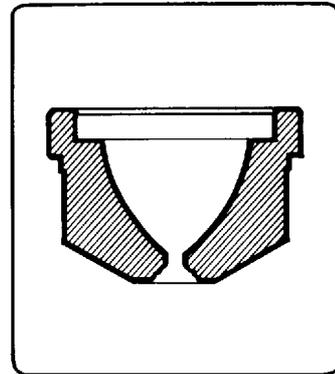
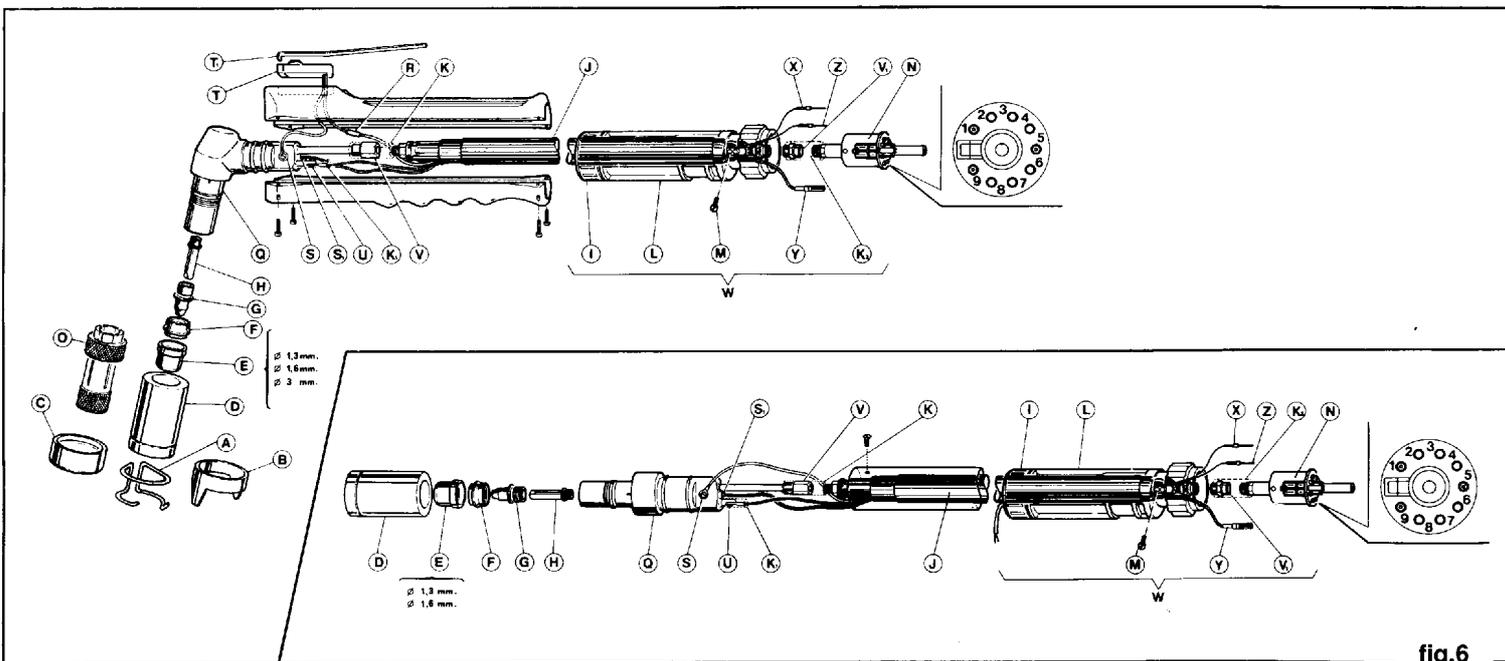

fig.8
fig.6
Es indispensable utilizar en cualquier condición de corte un distancial (distancial a dos puntas (B) o a muelle (A) de fig.6) o mantener una distancia de aproximadamente 4 mm (antorcha para utilizo en automático) para evitar de colocar en contacto directo el inyector con la pieza a cortar.
Para esta operación debe utilizarse el inyector (E) (fig.6) diam. 3 mm y se debe montar el distancial (C) sobre el cojinete porta inyector (D). El distancial (C) sirve para evitar que el metal fundido, durante la operación de gubiado queme el aislamiento del cojinete porta inyector (D).
Los detalles que se desgastan (fig.6) son el electrodo (G), el difusor (F) y el inyector (E). La sustitución de una de estas partes es posible sólo después de haber destornillado el porta-inyector (D).
El inyector debe ser sustituido cuando presenta el orificio central arruinado o muy alargado con respecto a aquel del detalle nuevo (ver fig.8). El difusor (F) (fig.6) debe ser sustituido cuando una de las extremidades tiende a carbonizar. A menudo este detalle, a causa de las sollicitaciones térmicas y mecánicas a las que se halla sometido queda pegado al electrodo (G) o al inyector (E). Para separarlo se aconseja de utilizar el extractor (O), entregado en dotación al equipo, que permite la separación sin perjudicar el difusor.
2) Sustitución del cuerpo antorcha (Q) (ver fig.6)
3) Sustitución del adaptador (W) (ver fig.6)
4) Sustitución del cable (J) (ver fig.6)
5) Sustitución del pulsante (T) (antorcha manual - ver fig.6)
6) Sustitución de la empuñadura (antorcha manual - ver fig.6)
7) Sustitución de la empuñadura (antorcha para empleo en automático - ver fig.6)
8) Sustitución del tubo difusor (H) (ver fig.6)
- (Sólo versión 120 A) orificio inyector (E) (fig.6) demasiado grande respecto al valor de corriente predispuesta con la manopla (7) (ver fig.2).
Evitar de utilizar cuerpos puntiagudos para no deteriorar el orificio del inyector. Si se encuentran dificultades a quitar el electrodo obrar como indicado: lubricar el filete del electrodo con líquido penetrante lubricante; por lo tanto destornillar el electrodo. Si durante la operación se perjudica el filete del soporte porta electrodo del cuerpo antorcha repararlo con un macho (M11) después de haber quitado el tubo difusor (H) (fig.6).